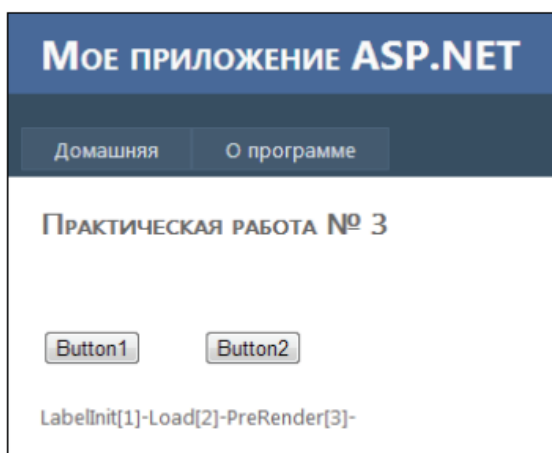

Рис. 3.7. Отображение формы Default.aspx в окне браузера
4) запустите приложение на выполнение в отладочном режиме; убедитесь, что в окне браузера отображается форма такая же, как на рис. 3.7; Рис. 3.7. Отображение формы Default.aspx в окне браузера